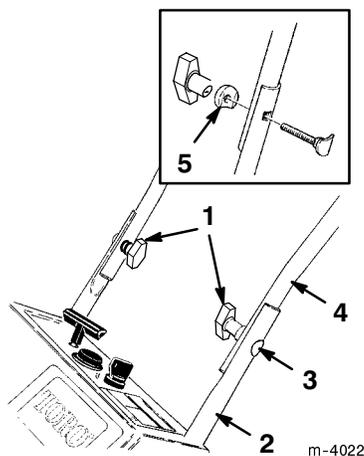

Figure 2
1. Placez les extrémités de la partie supérieure du mancheron à l'intérieur de la partie inférieure, les trous en face les uns des autres (Fig. 2).
2. Fixez la partie supérieure du mancheron à la partie inférieure à l'aide des boulons à tête fraisée bombée, des rondelles bombées et des boutons (Fig. 2).
Remarque : Veillez à bien aligner les boulons à tête fraisée bombée et les rondelles bombées (voir encadré à la Fig. 2).